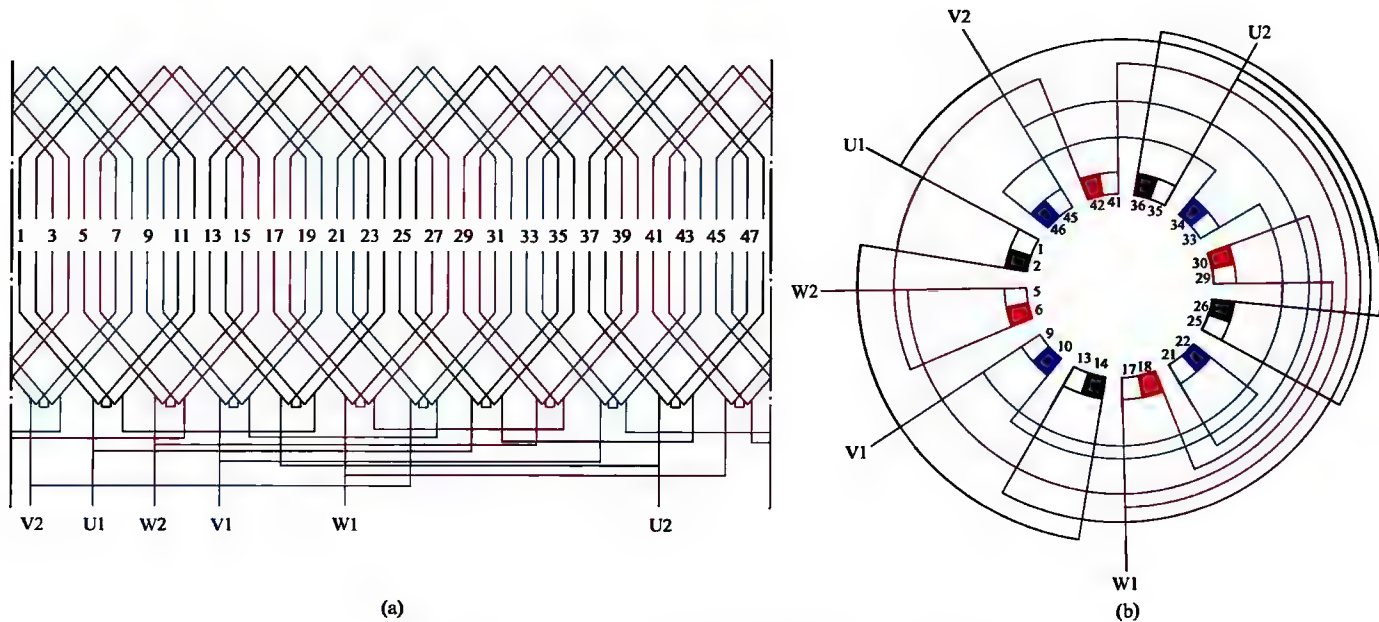

图 1-36 三相 4 极 48 槽单层链式绕组 2 路接法
36. 三相 4 极 48 槽单层链式绕组 2 路接法展开图与接线圆图 (见图 1-36)